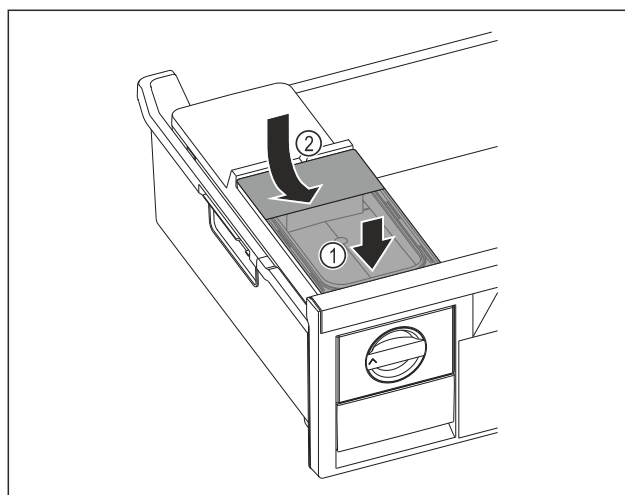

Fig. 72
- Collegare il serbatoio dell'acqua alla parte anteriore. Fig. 72 (1)
- Abbassare il serbatoio dell'acqua posteriore. Fig. 72 (2)